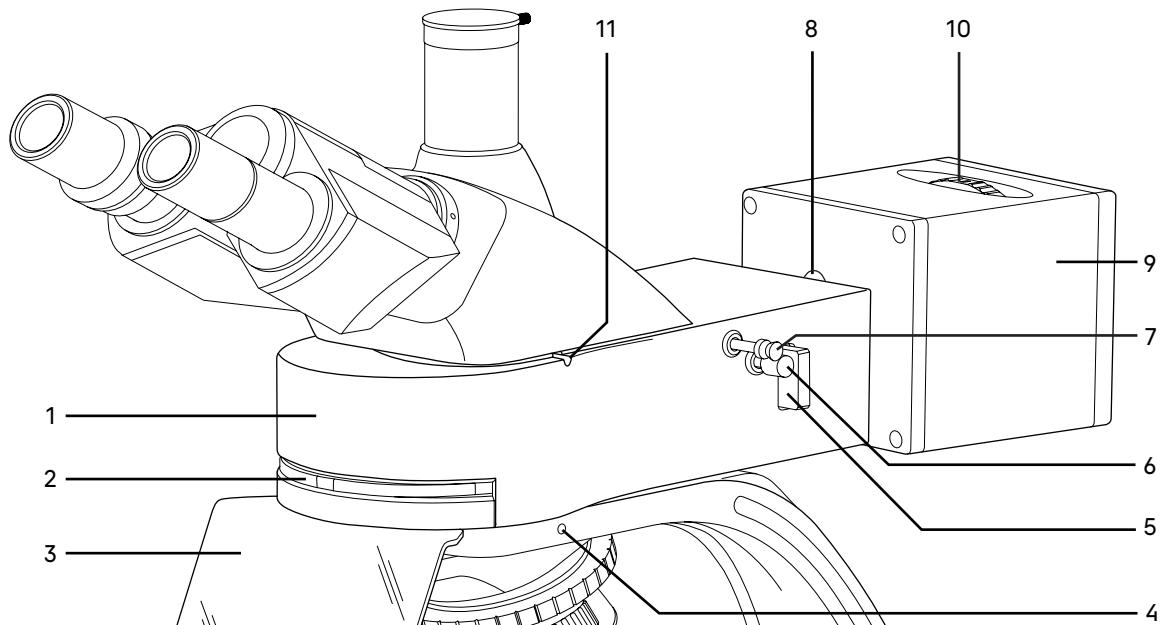

Рис. 3. Люминесцентная насадка
Общий вид люминесцентной насадки представлен на рис. 3.
Корпус люминесцентной насадки 1 (рис. 3) устанавливается в отверстие верхнего фланца штатива и закрепляется винтом 4 (рис. 3).
На корпусе 1 (рис. 3) насадки находится соединительный переходник, посредством которого корпус соединяется с блоком светодиодов. Защитный экран 3 (рис. 3) крепится к корпусу двумя винтами.
Металлическая пластина светового барьера 5 (рис. 3) установлена в паз корпуса насадки. Пластина имеет 3 положения:
В корпусе насадки находится поворотная турель с четырьмя люминесцентными фильтрами. Перемещение турели в корпусе насадки обеспечивается поворотом кольца 2 (рис. 3). Фиксированное положение рукоятки под символом означает включение в ход лучей соответствующего блока.
Кольцо перемещения турели может быть зафиксировано в одном из пяти положений, соответствующем одному из четырех типов фильтров, смонтированных на турели: синий (B), зеленый (G), фиолетовый (V) и ультрафиолетовый (UV) или нейтральное положение (0). Маркировка каждого фильтра соответствует цвету лучей возбуждения и нанесена на кольцо 2 (рис. 3) в виде символа.
В блоке 9 (рис. 3) располагаются источники света возбуждения – светодиоды. Микроскоп укомплектован светодиодами четырех волновых диапазонов свечения: синий (B), зеленый (G), фиолетовый (V) и ультрафиолетовый (UV). Светодиоды установлены в поворотной турели внутри блока. Смена светодиодов осуществляется поворотом кольца 10 (рис. 3). Наименования светодиодов нанесены на лицевой стороне кольца.
Блок крепится на корпусе 1 (рис. 3) люминесцентной насадки винтом под ключ шестигранник 8 (рис. 3). В кожухе блока расположен коллектор, который проецирует изображение источника света в выходной зрачок объектива микроскопа.
Установите кольцо перемещения турели люминесцентных блоков **2** (рис. 3) в положение «0».
Установите пластину **7** (рис. 3) в положение «заглушка».